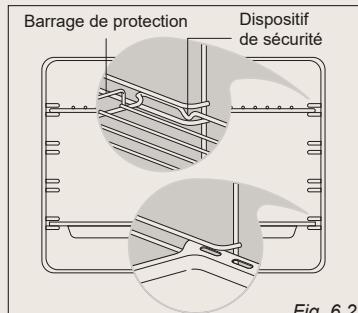

Fig. 6.2
- \* Faire glisser sur les guides la grille et la lèchefrite fig. 6.2.